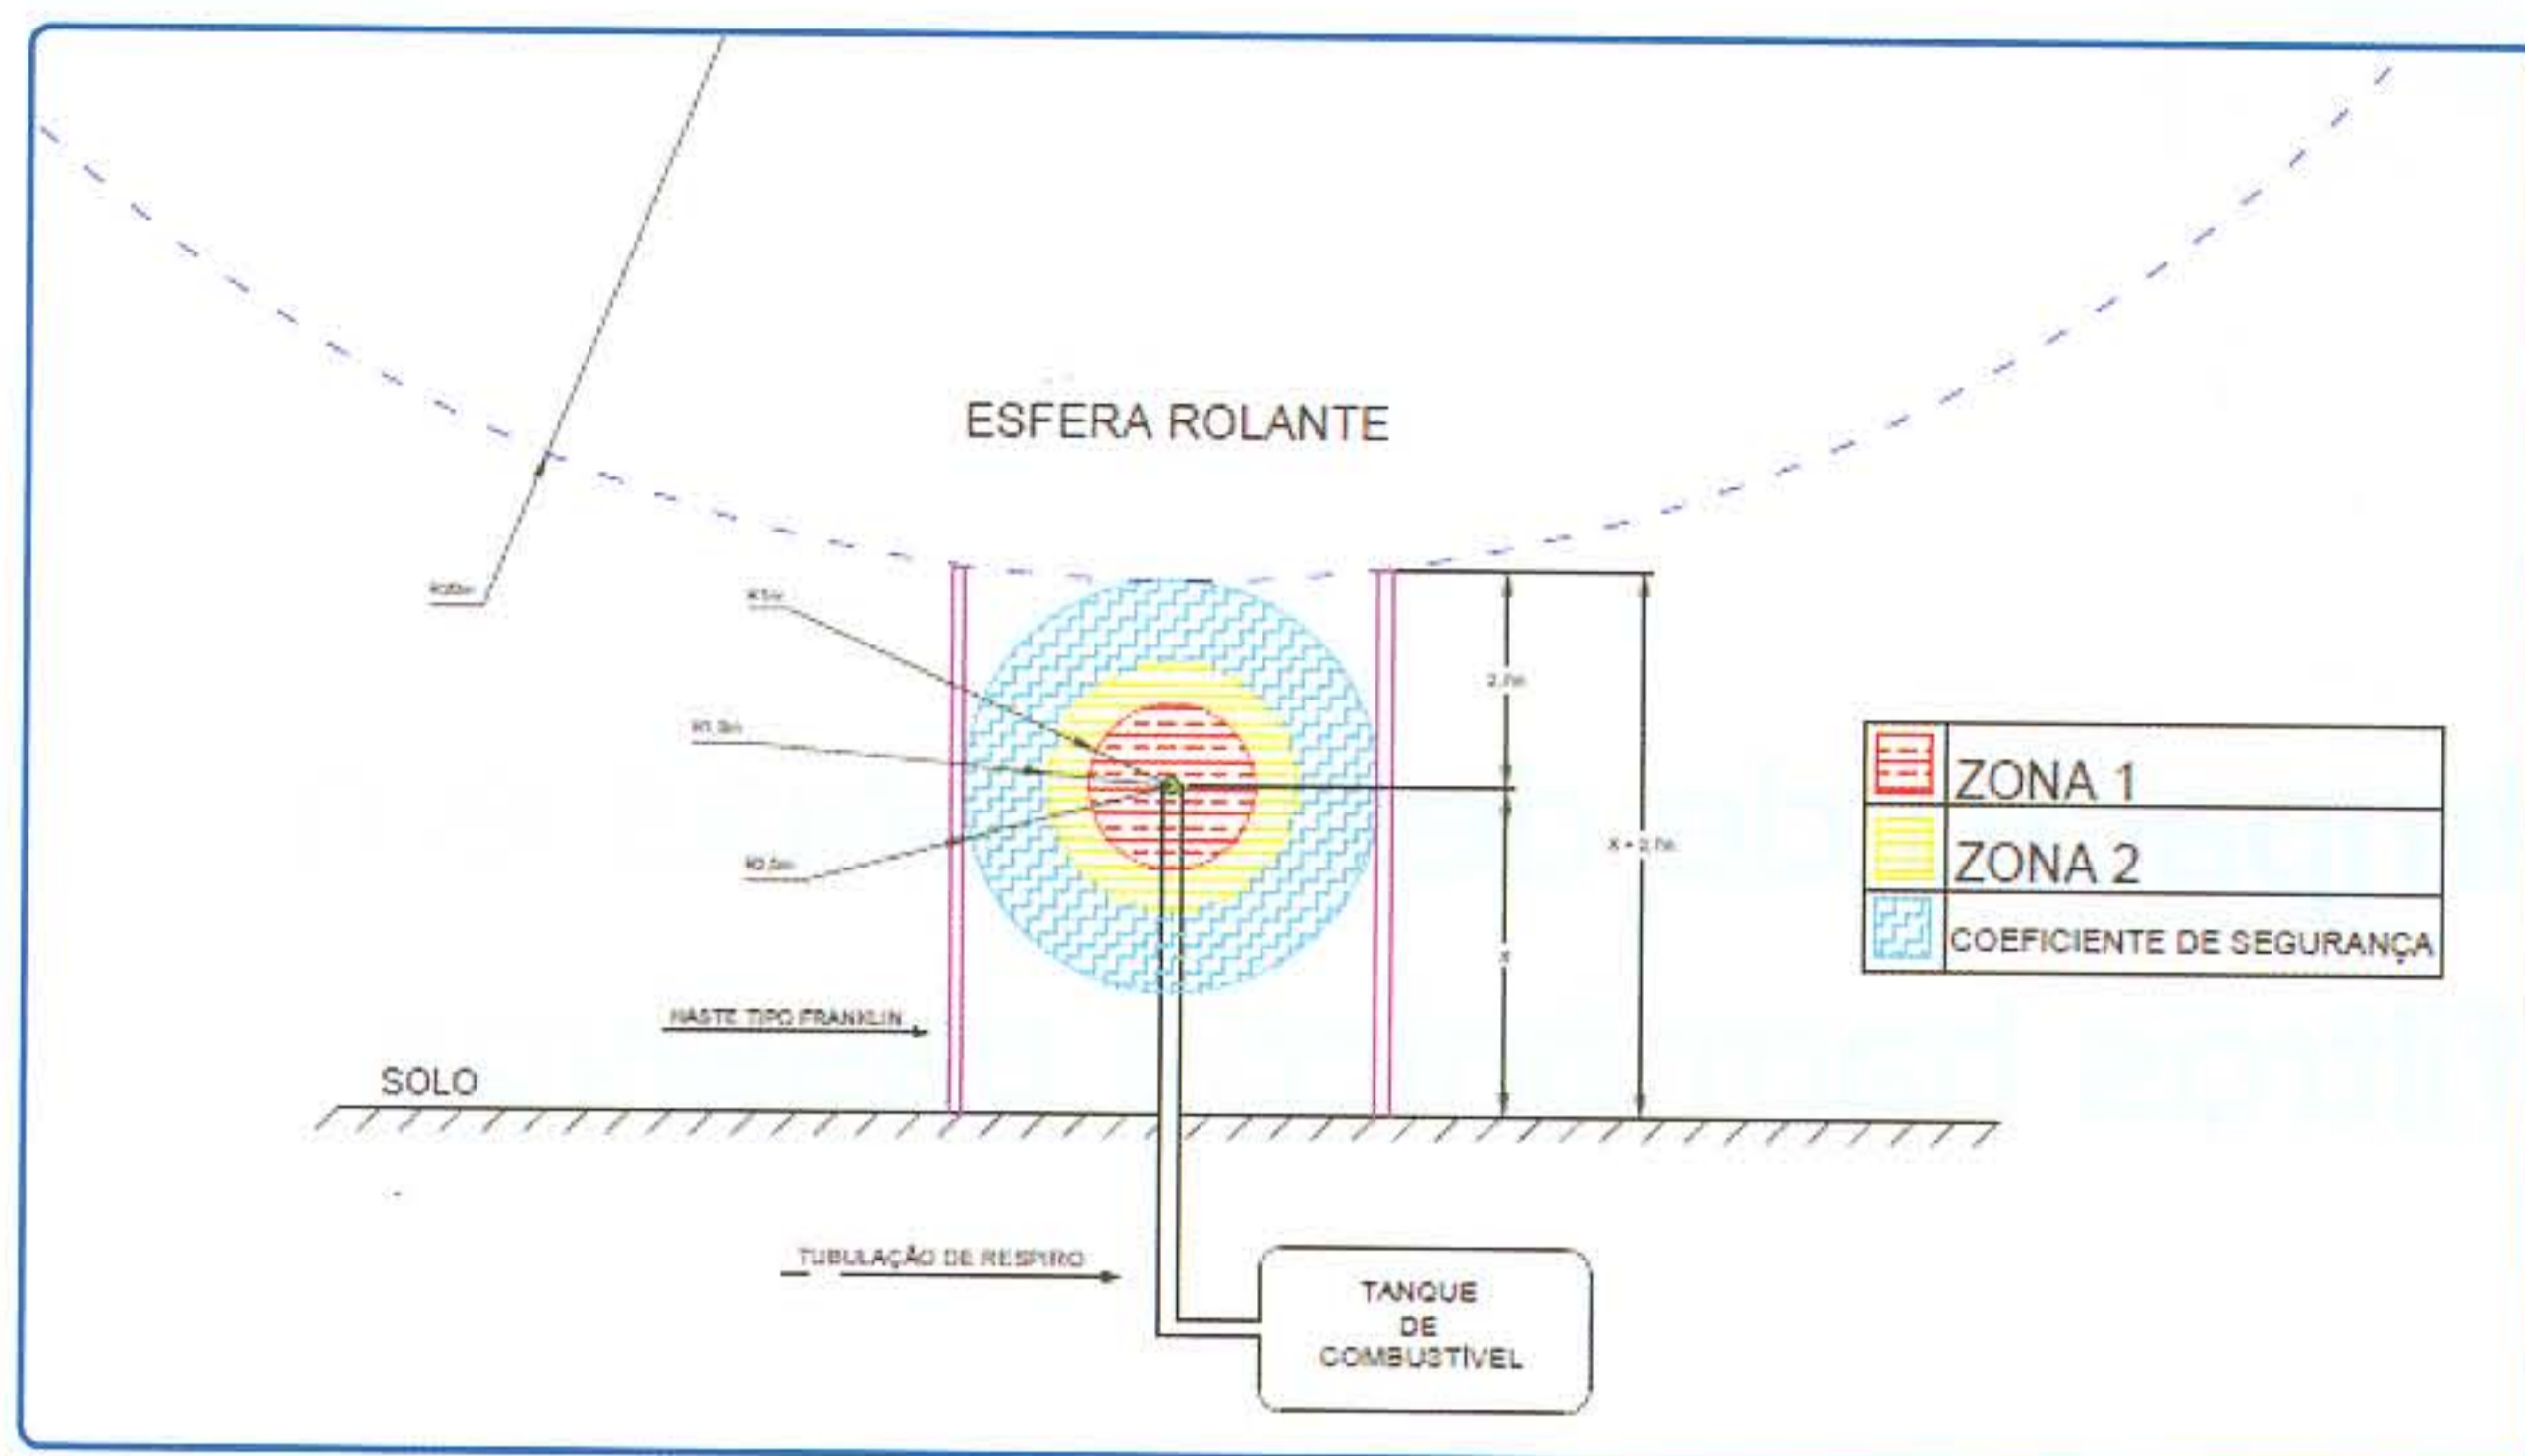

Figura 4 – Exemplo de proteção de respiros de tanques de combustível.
Neste exemplo (Figura 4), se instalarmos três hastes distantes de 2,5 metros da saída dos gases, espaçadas em forma de triângulo equilátero, e com altura no mínimo de 2,2 metros acima da altura da saída dos gases, estes estarão confinados no volume de proteção. Este um metro de distância das zonas de risco geralmente é maior que as distâncias de segurança calculadas conforme o item 6.3 e anexo C da parte 3 da ABNT NBR 5419: 2015, porém, se a distância de segurança for maior, esta deve ser utilizada.